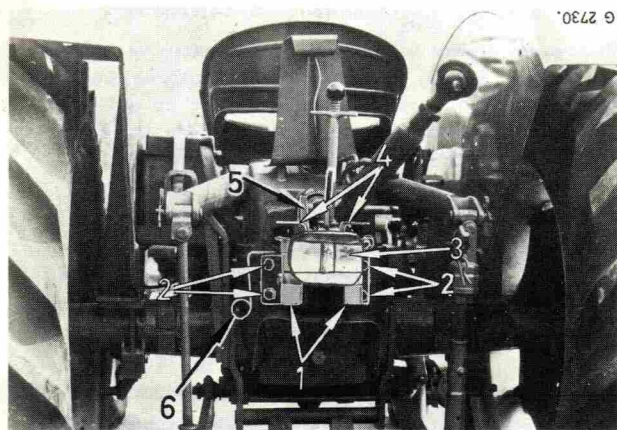

Fig. 21
Montez l'attelage (3, Fig. 21) en disposant l'œil supérieur au-dessus ou l'œil inférieur au-dessous du support (1). Enfilez les axes (4) par le dessus.